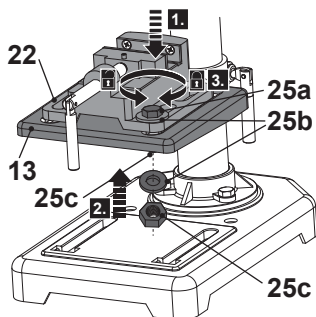

Fig. 7
1. Coloque o torno (22) na mesa de perfuração (13) e fixe a conexão com os parafusos (25a), anilhas (25b) e porcas (25c), usando chaves de porcas adequadas (Fig. 7).